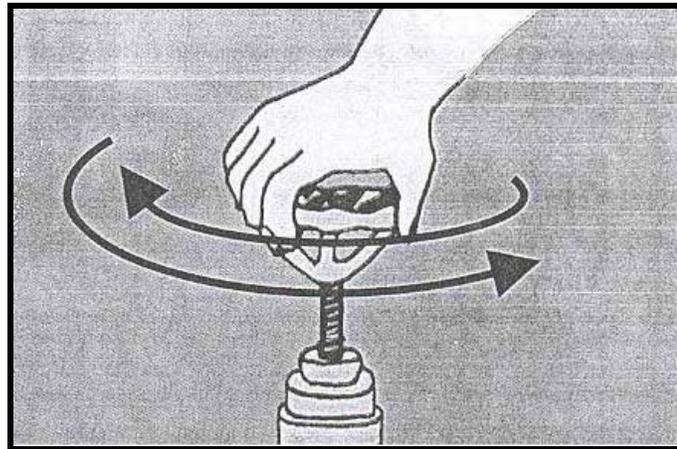

Figura 6. Maniobrar periódicamente la válvula para que no se endurezcan
- Maniobrar periódicamente (figura 6).